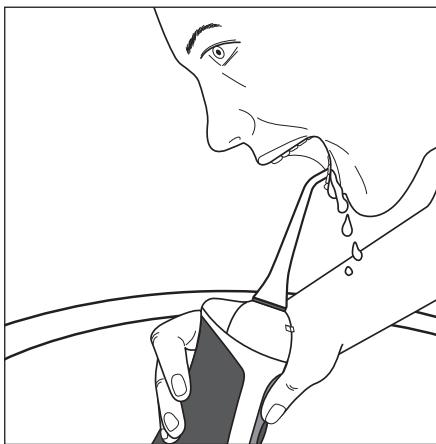

Fig. 1
- Veillez pendant l'utilisation à ne pas boucher avec vos doigts les ouvertures d'arrivée d'air ④ situées au dos du corps de l'hydropulseur ⑤.
- Si vous tenez le corps de l'hydropulseur ③ trop en biais pendant l'utilisation, de l'eau risque de s'écouler par les ouvertures d'arrivée d'air ④.
- Sur chaque niveau de puissance, le corps de l'hydropulseur ⑤ s'éteint automatiquement après environ 2 minutes, même s'il y a encore de l'eau dans le réservoir à eau ⑥.
- 1) Remplissez le réservoir d'eau ⑥.
- 2) Insérez un embout ② sur le corps de l'hydropropulseur ⑤.
- 3) Appuyez sur la touche de sélection du niveau de puissance ⚙ ⑩, pour régler le niveau de puissance souhaité.
- 4) Introduisez l'embout ② dans la bouche pour éviter les projections d'eau. Penchez-vous au-dessus du lavabo et maintenez le corps de l'hydropropulseur ⑤ le plus verticalement possible (voir fig. 1). Le buse ① de l'embout ② est dirigé vers les dents/espaces interdentaires.